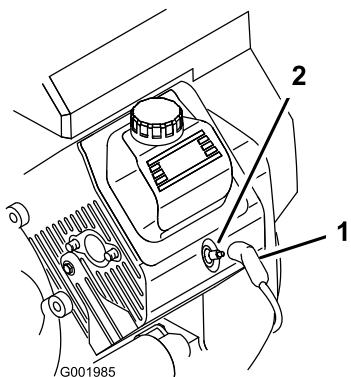

Figure 52
- Débranchez les fils des bougies (Figure 52).
3. Rebranchez les bougies (Figure 52).